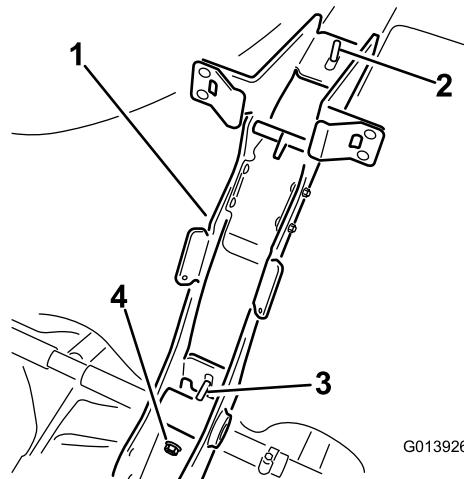

Figura 4
- Sujete el bastidor principal al fleje del depósito mediante 2 tuercas con bridales (3/8 - 16) (Figura 4).